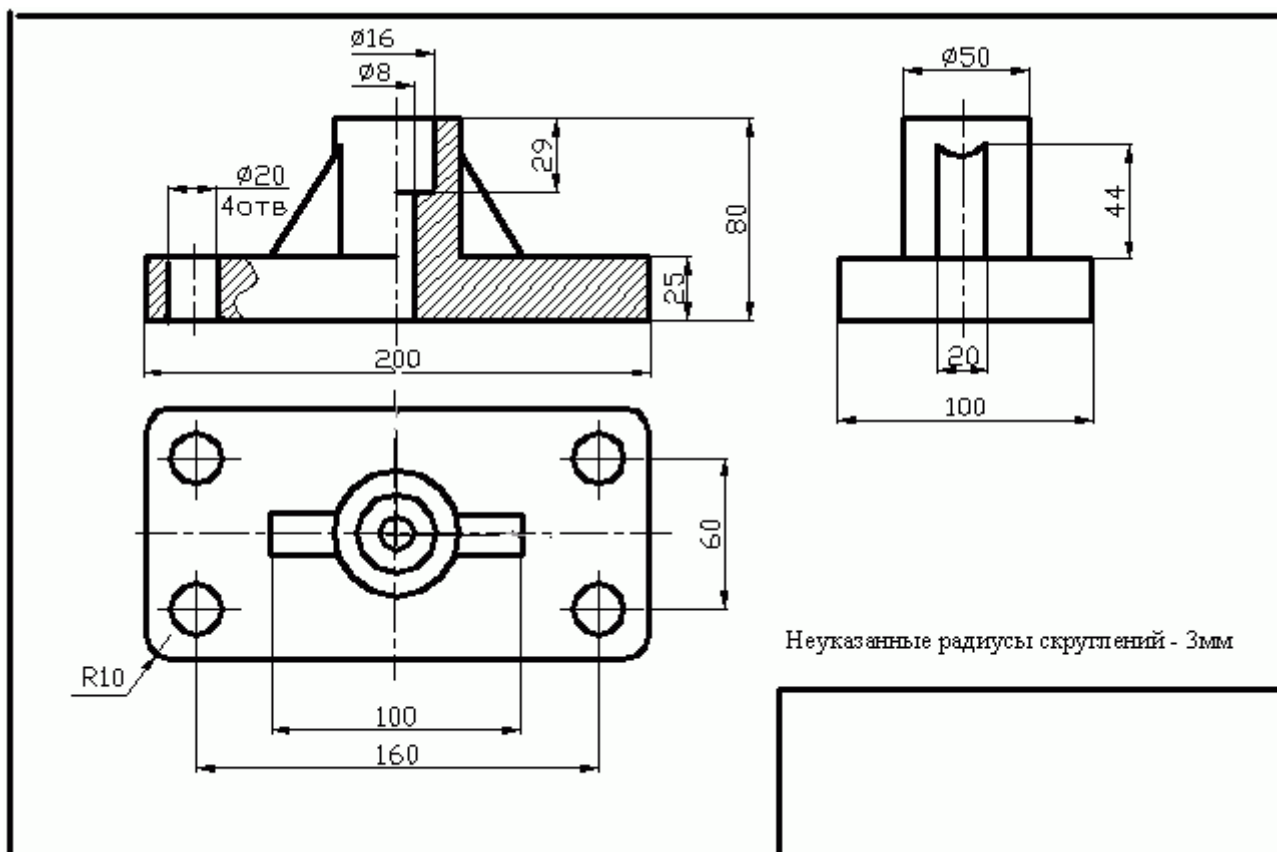

Рис. 53. Пример выполнения задания
Лабораторная работа: посвящена выполнению задания «Разрезы простые» (см. рис. 53).
(см. рис. 53). При этом необходимо: 1 - ввести команду ПСК; 2 – задать опцию **N**; 3 – задать графическим курсором начало координат; 4 – задать две точки на положительной части системы координат. Пользовательская система координат может быть привязана к объекту. Для этого необходимо ввести
Практическая работа посвящена выполнению задания «Разрезы простые» (см. рис. 53). Исходными данными является изображение главного вида и вида сверху детали в папке исходных данных к лабораторным работам. Работа выполняется в следующей последовательности:
- 5.7 Выполнить изображение штриховки на месте разреза. Выполнить местный разрез (см. рис. 53);